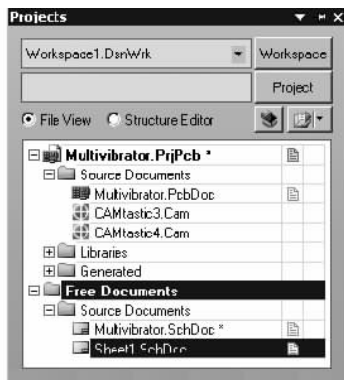

图 1-15 自由文件
(1)若将某文件从项目中删除,该文件并没有直接从 Projects 面板中消失,而是出现在“Free Documents”中,成为自由文件。如图 1-15 所示中的“Multivibrator. SchDoc”文件。
Documents”中而成为自由文件。如图 1-15 中的“Sheet1.SchDoc”文件。